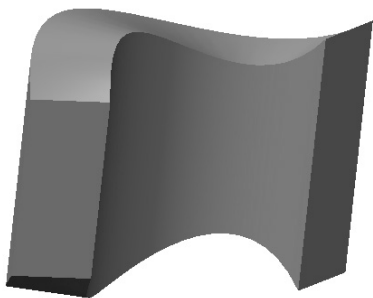
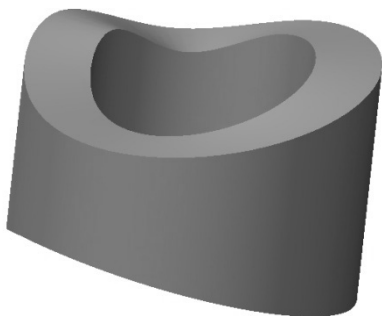

图 4-145 不连接终止截面和起始截面效果
图 4-146 连接终止截面和起始截面效果
(8) 重复第(6)步内容, 绘制相同的截面, 完成后单击 ✓ 退出草绘 4;
(9) 单击操控面板上的【选项】→【平滑】, 单击 预览效果, 如图 4-145 所示。在【连接终止截面和起始截面】前的复选框打勾, 则会出现如图 4-146 所示的效果。选择所需效果后, 单击 ✓ 完成特征创建。